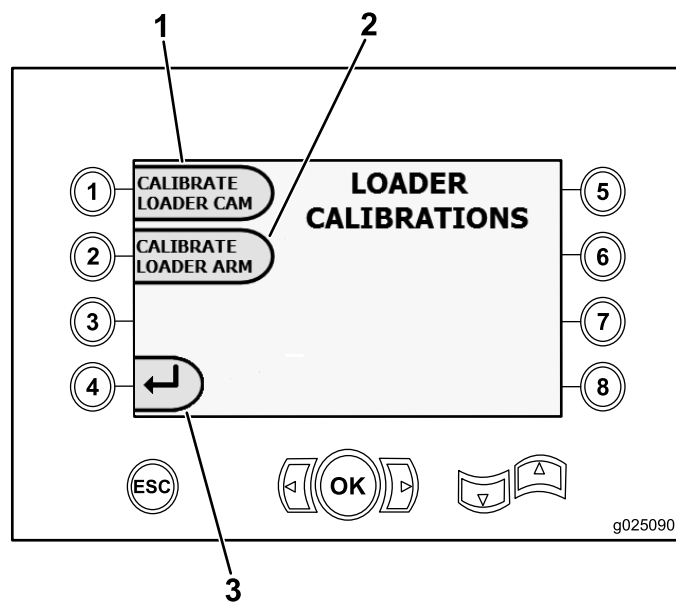

Figura 29
- Pressione o botão n° 1 para calibrar o came do carregador (Figura 29).
- Pressione o botão n° 2 para calibrar o braço do carregador (Figura 29).